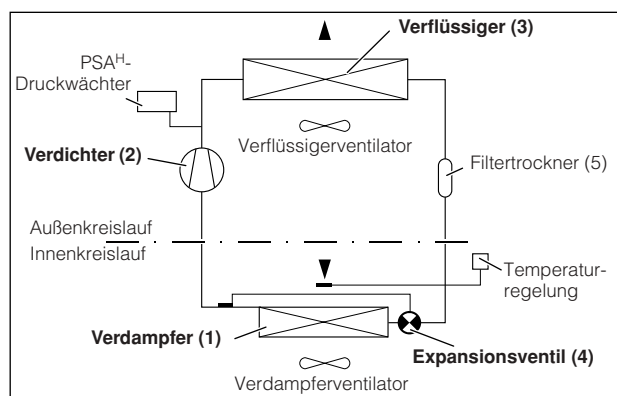

Abb. 2: Kältekreislauf
Das Kühlgerät (Kompressionskälteanlage) besteht aus den vier Hauptbestandteilen (vgl. Abb. 2): Verdampfer (1), Kältemittelverdichter (Kompressor) (2), Verflüssiger (Kondensator) (3) sowie dem Regel- bzw. Expansionsventil (4), die durch Rohrleitungen miteinander verbunden sind. Dieser Kreislauf ist mit einem leicht siedenden Stoff, dem Kältemittel, aufgefüllt. Das Kältemittel R134a ( $\text{CH}_2\text{FCF}_3$ ) ist chlorfrei. Sein Ozon-Zerstörungs-Potenzial (OZP) beträgt 0.